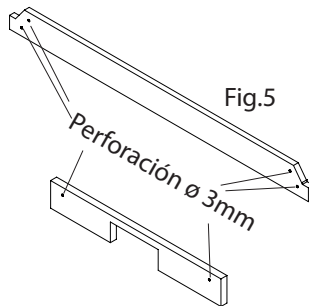

Fig.5
5. Pre-taladrar perforaciones de $\varnothing 3\text{mm}$ para la fijación posterior, tal como se ilustra en la Fig. 5, en los laterales y la portería, y avellanar desde afuera con la avellanadora (ver plantilla pág. 7).